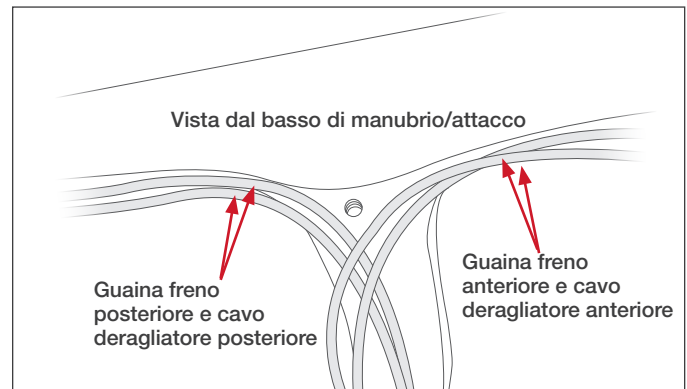

Figura 1
2. Controllare che il passaggio dei cavi sia corretto (i cavi si devono incrociare sotto l'attacco manubrio). Vedere Figura 1.